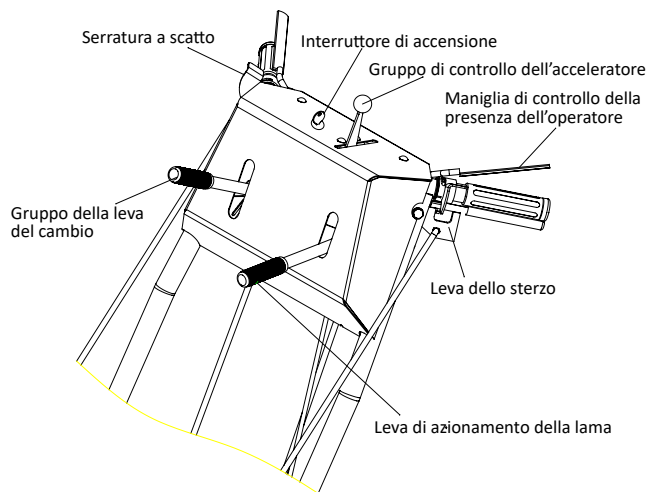

FIG. 1
2.6 Comandi dell'operatore (vedere FIG 1)